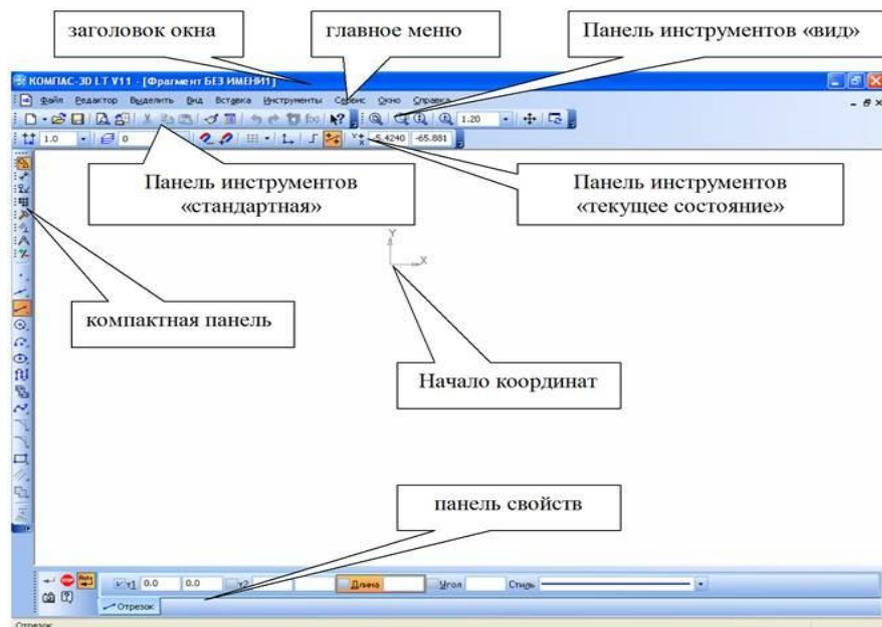

Рисунок 5. Главная страница программы «КОМПАС-График».
-на компактной панели кнопка *Редактирование*, рисунок 5;